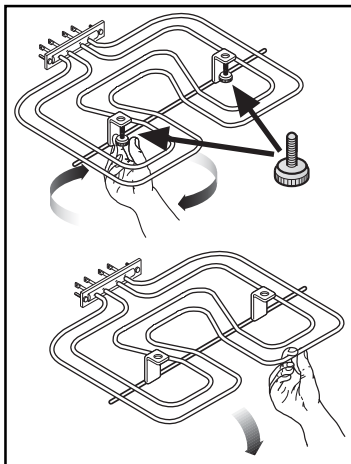

Abb. 7
- Hierfür die Rändelschrauben (siehe Abb. 7) herausdrehen. Dazu evtl. einen Schraubendreher verwenden.